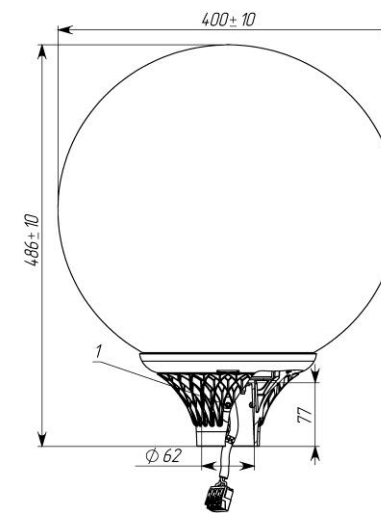
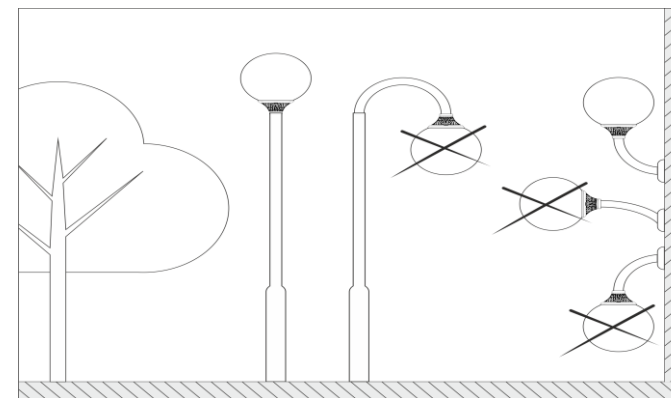

Рисунок 2
Рисунок 3
2.1 Светильники торшерные серии GALAD Шар LED-40 (Рисунок 2) предназначены для функционально-декоративного освещения парков, скверов, бульваров, зон отдыха, территорий микрорайонов, коттеджных посёлков.
5.1 Светильник устанавливается на трубу диаметром 50...60 мм **рассеивателем вверх** (Рисунок 3) «Разрешенные пространственные положения установок светильника Шар LED» и закрепляют тремя болтами М6 (поз.1 Рисунок 2) с усилием затяжки 3,5 – 4 Н·м.